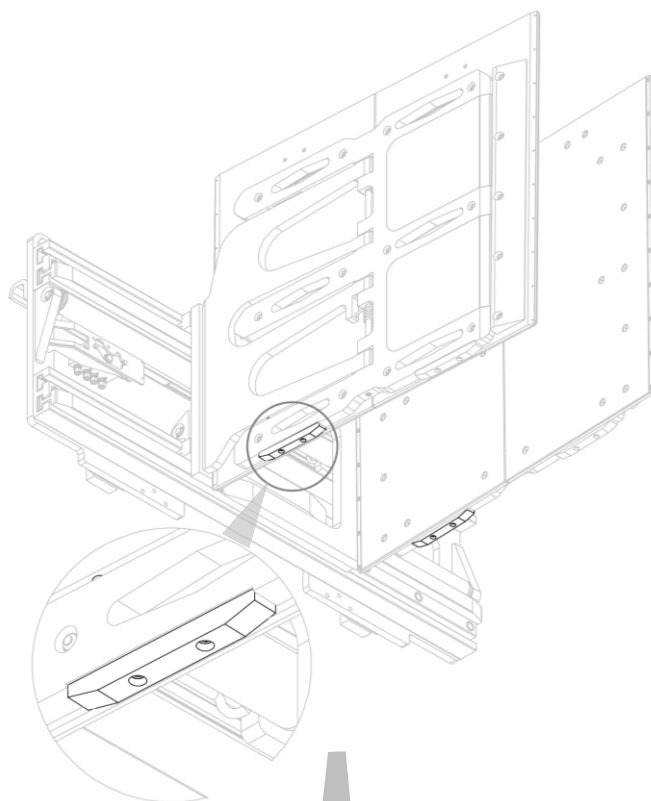
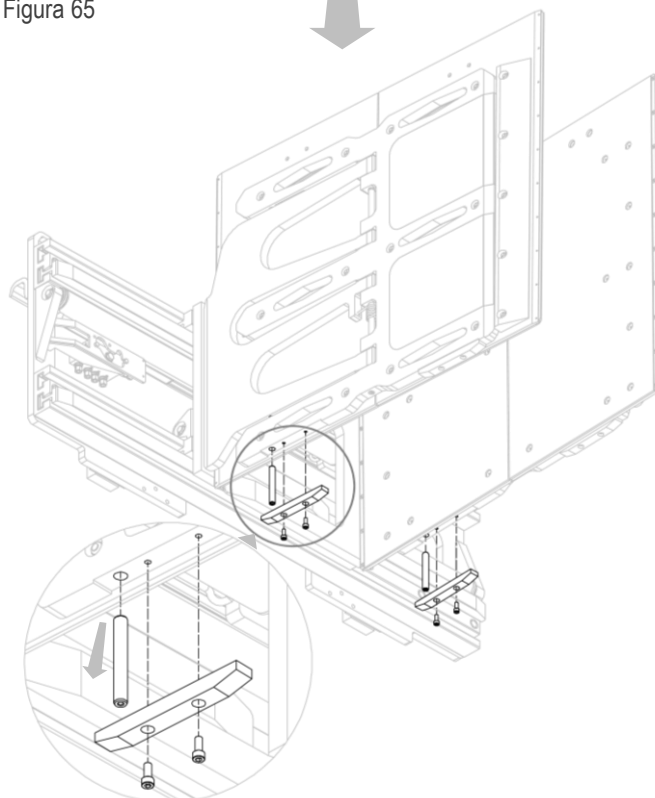

Figura 65
Figura 66
3. Rimuovere, uno per volta, i perni inferiori di fermo oscillazione, dopo aver temporaneamente rimosso i pattini anti-strisciamento. (vedi Figura 65 e Figura 66).